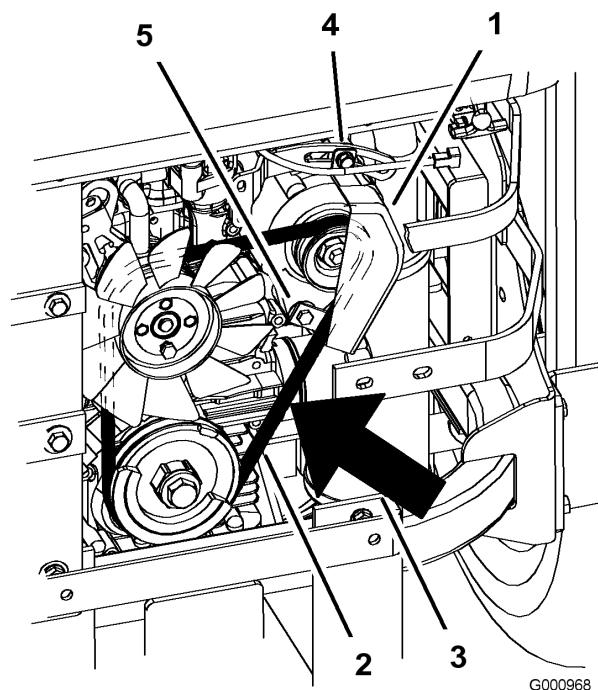

Figura 61
7. Afloje el perno inferior y retire el perno superior que sujeta el alternador y la cubierta (Figura 61).
9. Instale una correa nueva alrededor de las poleas y del alternador (Figura 61).
14. Apriete el perno inferior e instale el perno superior que sujeta el alternador y la cubierta (Figura 61).
2. Ajuste el alternador hacia fuera hasta que quede una desviación de 7 a 9 mm (1/4 a 11/32 pulg.) en la correa entre el motor y las poleas del alternador con un esfuerzo de 10 kgf (22,1 libras) (Figura 61).
5. Si la desviación es correcta, apriete los pernos inferior y superior (Figura 61).